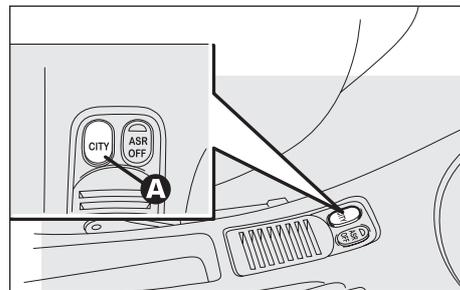

fig. 98
- la seconda di tipo automatico, definita **CITY**, nella quale il sistema decide direttamente quando effettuare il cambio marcia (modalità selezionabile con pulsante specifico **A-fig. 98**).